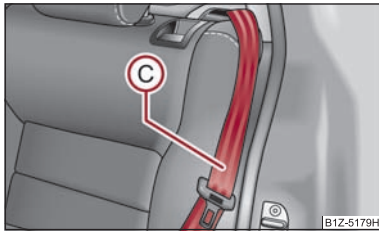

Fig. 61 Deblocarea spătarului scaunului
- Aduceți centura de siguranță laterală din spate C în spatele marginii capitonajului lateral ⇒ fig. 61.